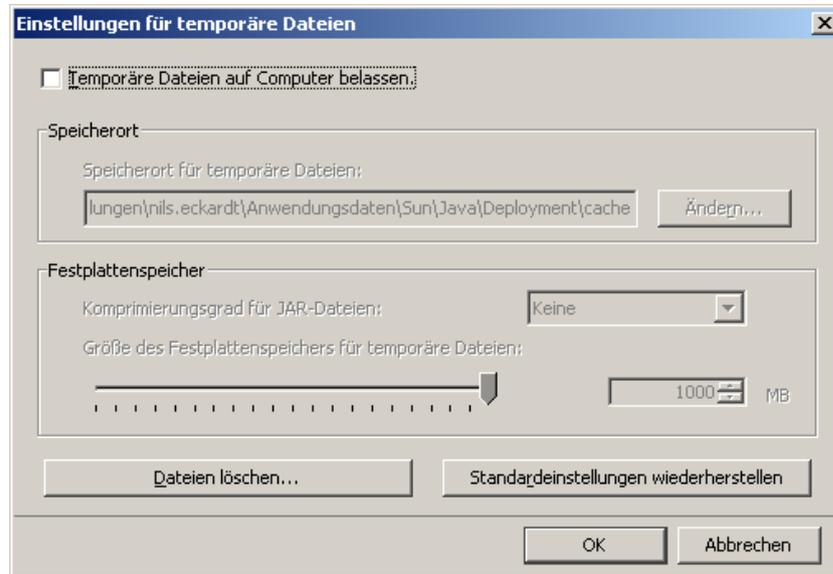

Bild 8: Einstellungen für temporäre Dateien
- Deaktivieren Sie die Checkbox bei Temporäre Dateien auf Computer belassen (Bild 8)